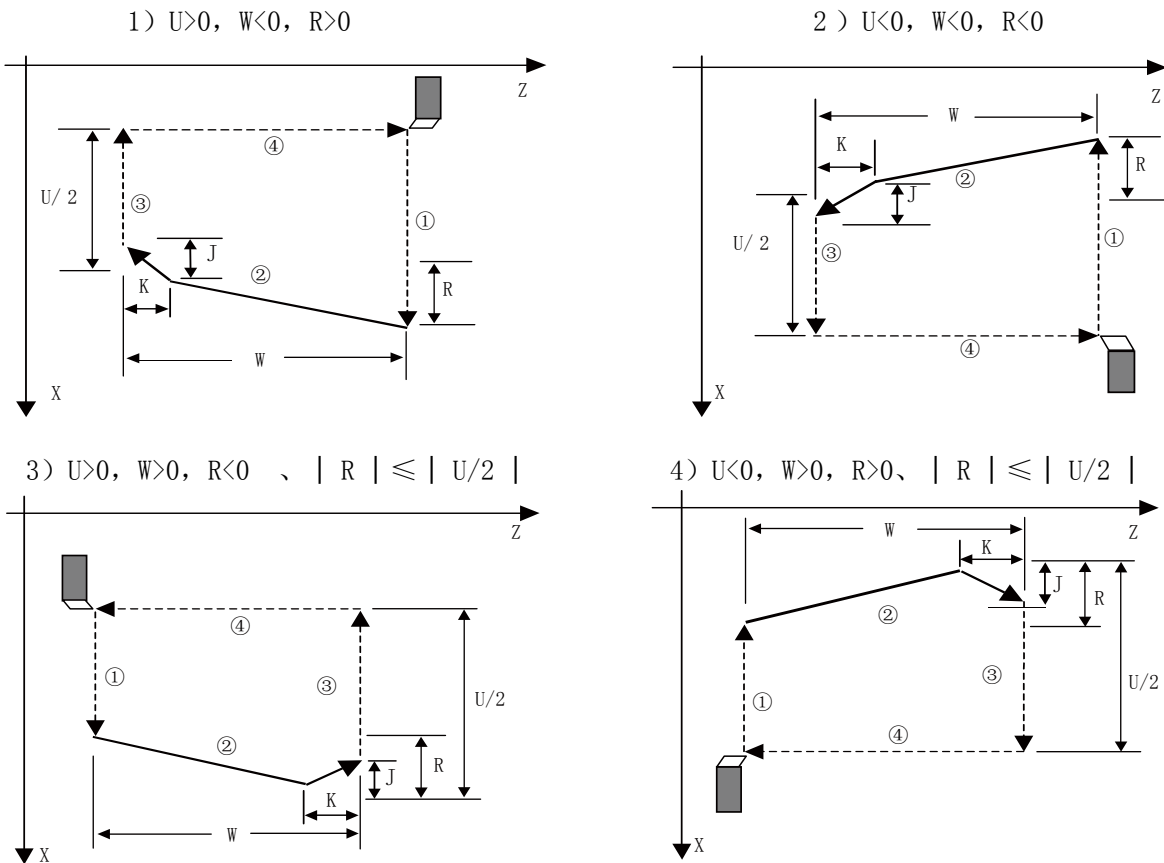

图 3-46
- U、W 的符号决定了 $A \rightarrow C \rightarrow D \rightarrow E$ 的方向，R(i) 的符号决定了 $C \rightarrow D$ 的方向。U、W 的符号有四种组合方式，对应四种加工轨迹，见图 3-46。